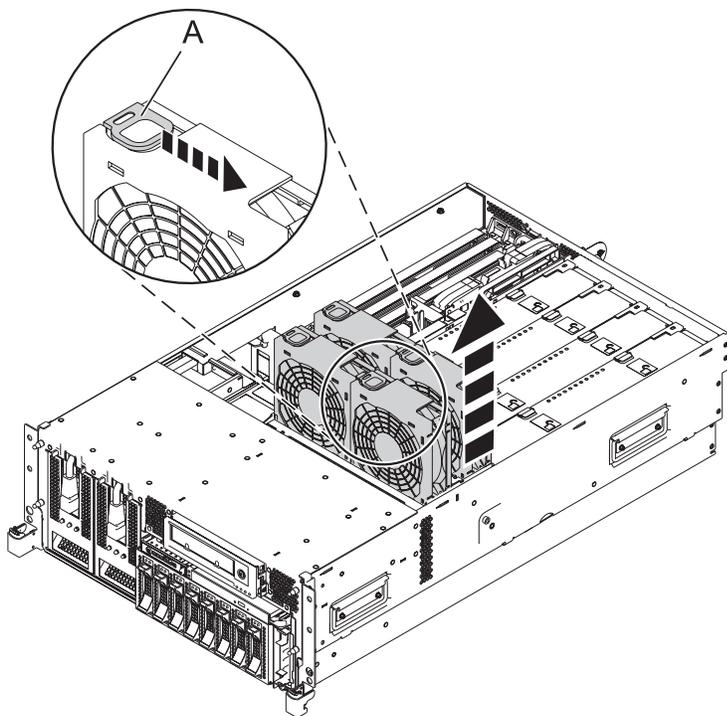

Figura 2. Remover a ventoinha da caixa da ventoinha
- a. Para remover as ventoinhas, aperte a aba (A) e puxe a ventoinha para fora da caixa, como mostra a Figura 2 na página 5.